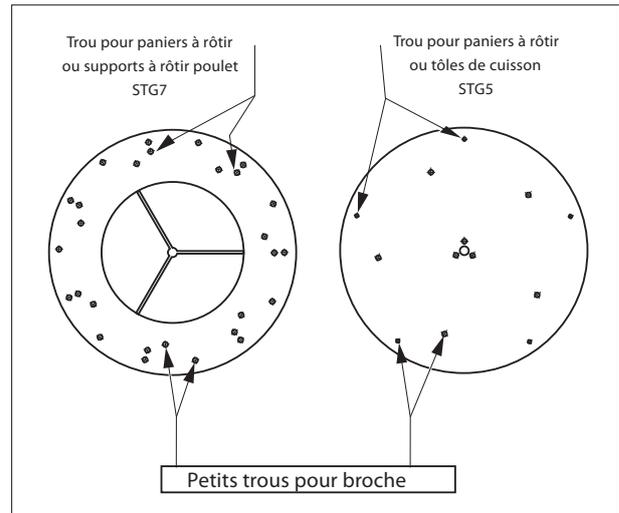

Figure 2.2
- ☒ Poser les broches dans les tournebroches (voir figure 2.2).